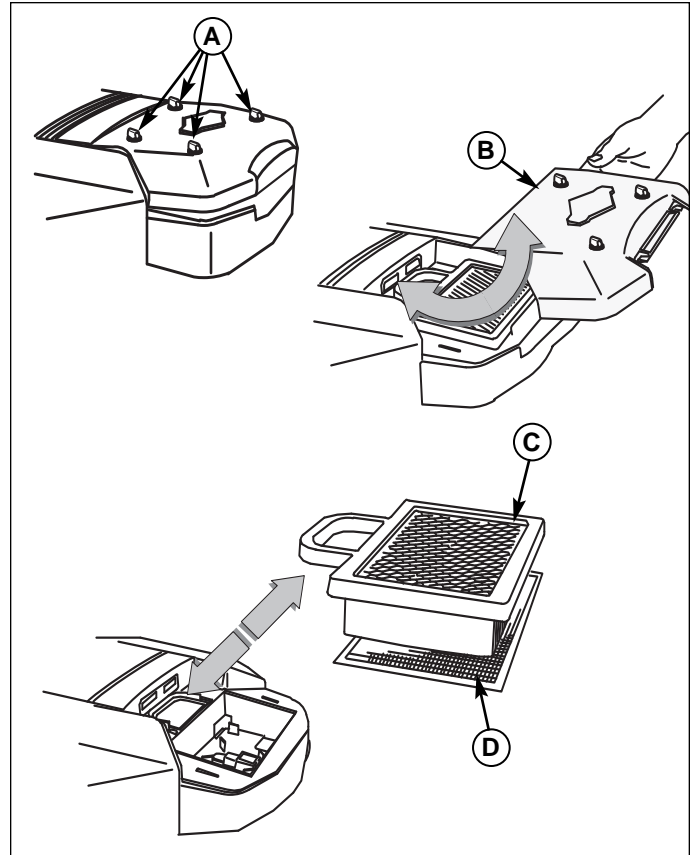

Figure 30. Ensemble de filtre à air - Modèles V-Twin
1. Dévisser les quatre boutons (A, Figure 30) en les tournant vers la gauche.
2. Déposer le capot (B). Déposer le filtre à air (C) et le pré-dépoussiéreur (D).
3. Poser le pré-dépoussiéreur (D) avec le côté tamis vers le haut. Poser le filtre à air (C) comme sur l'illustration.
4. Poser le capot (B) en veillant à engager les languettes dans les rainures correspondantes. Fixer en vissant les quatre vis à fond.